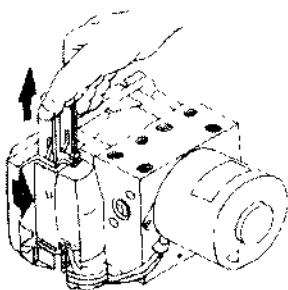

图 7.72 拆开 ABS ECU 线束连接器
② 从ABS ECU上拆开25端子的线束连接器。如图7.72所示。